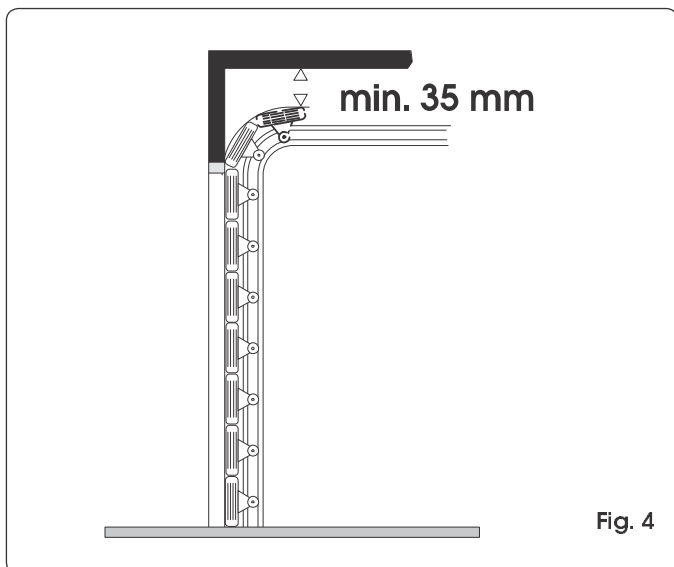

Fig. 4
Benodigde afstand vanaf het plafond (mm)	35 (Fig. 4)
- Controleer of er minstens 35 mm ruimte is tussen het plafond en het hoogste punt dat de deur tijdens de beweging bereikt (Fig. 4).
- 2) Trek een horizontale streep op de latei op de maximale hoogte die de deur tijdens de beweging bereikt (zie Fig. 4).